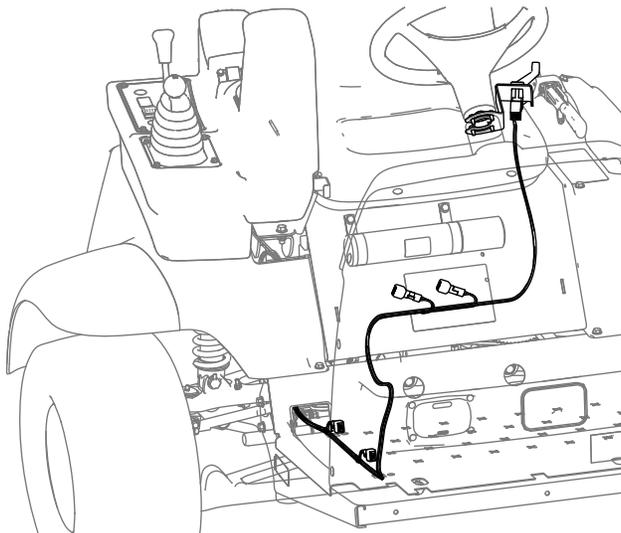

Figura 8
6. Encaminhe a cablagem sob o painel na placa do piso e para cima até à coluna da direção (Figura 8).